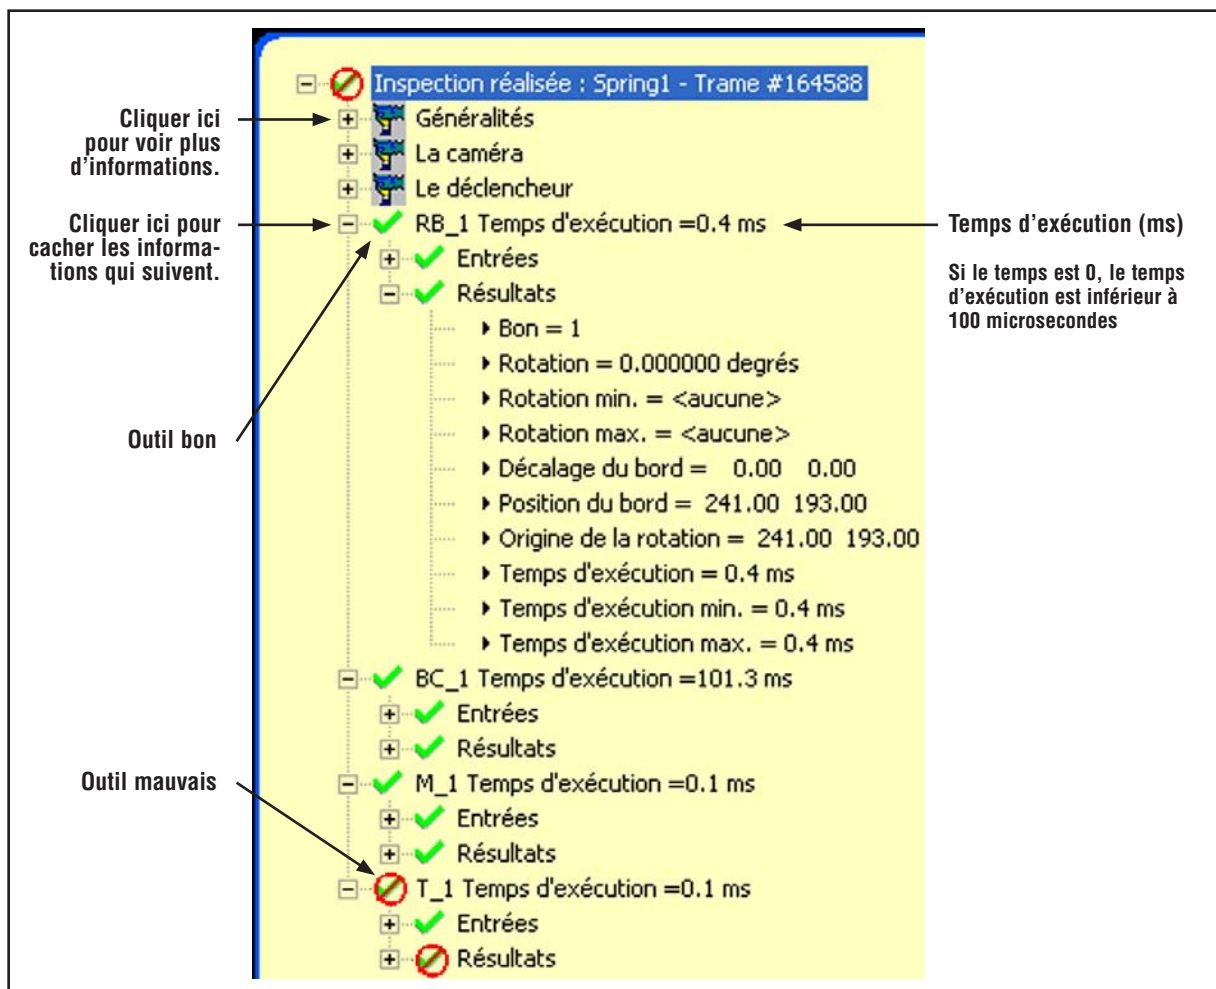

Figure 11-1. Fenêtre Résultats
- Si la valeur en cours est comprise dans l'intervalle de tolérances de l'outil de test ou si l'outil a fonctionné correctement, un symbole vert informant de l'approbation est affiché à côté du paramètre (voir **Outil bon** en Figure 11-1).
- Si la valeur en cours se trouve en dehors de l'intervalle de tolérances de l'outil de test ou si l'outil n'a pas fonctionné correctement, un symbole rouge s'affiche à côté du paramètre (voir **Outil mauvais** en Figure 11-1).